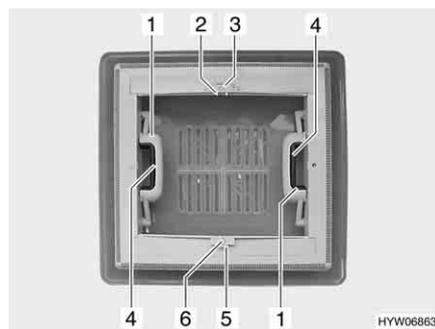

Fig. 43 Oblò a scatto
Apertura: ■ Premere la chiusura a scatto (Fig. 43,4) verso l'interno dell'oblò. Premere contemporaneamente verso l'alto l'oblò con la maniglia (Fig. 43,1).
Chiusura: ■ Tirare con forza verso il basso le due maniglie (Fig. 43,1) dell'oblò, fino a quando non scattano entrambe le chiusure.
- Premere l'arresto (Fig. 43,5) verso il lato esterno dell'oblò.
- Tirare l'oscurante a rullo per la maniglia (Fig. 43,6) fino alla maniglia contrapposta della zanzariera a rullo (Fig. 43,2) e farla innestare.
- Serrare la maniglia (Fig. 43,2). L'arresto si sblocca.
- Ricodurre lentamente l'oscurante a rullo accompagnandolo con la maniglia (Fig. 43,6).
- Premere l'arresto (Fig. 43,3) verso il lato esterno dell'oblò.
- Tirare la zanzariera a rullo per la maniglia (Fig. 43,2) fino alla maniglia contrapposta dell'oscurante a rullo (Fig. 43,6) e farla innestare.
- Ricodurre lentamente la zanzariera a rullo accompagnandola con la maniglia (Fig. 43,2).